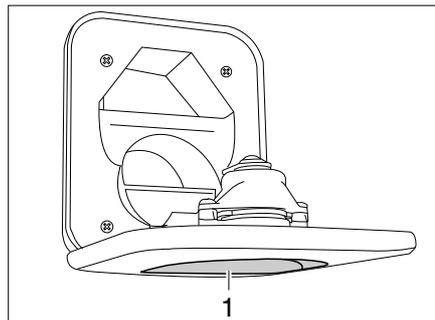

Bild 242 Frischwasser-Einfüllstutzen für Toilette
- Frischwasser-Einfüllstutzen für Toilette (Bild 242,1) oberhalb der Klappe für die Thetford-Kassette öffnen und nach unten schwenken.